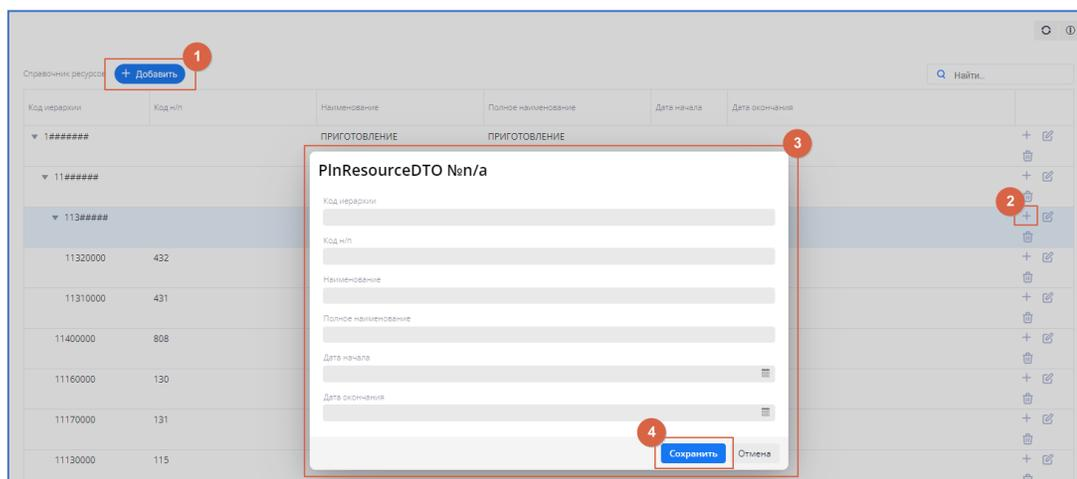

рис. 6.4. Добавление новых ресурсов
- нажать **+ Добавить** (см. рис. 6.4. [1]);
- заполнить форму (см. рис. 6.4. [3]);
- нажать **Сохранить** (см. рис. 6.4. [4]).
- нажать **+** (см. рис. 6.4. [2]);